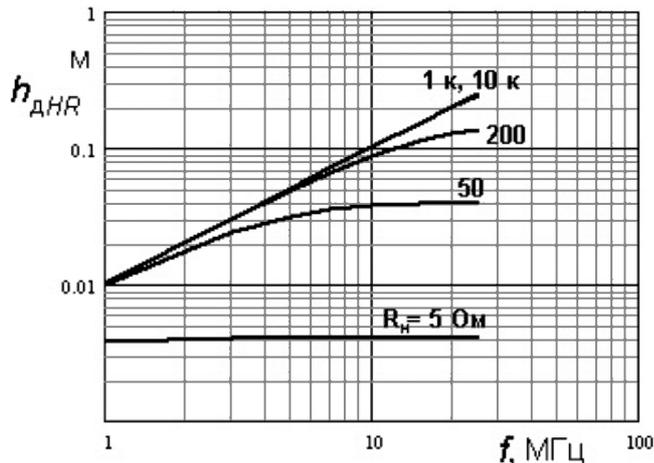
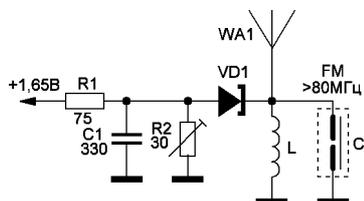
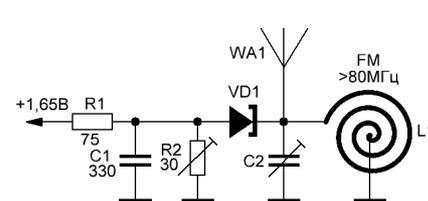

Рис. 5. Зависимость действующей высоты рамки от частоты при различных нагрузках
Рис. 3. Генератор с частотной модуляцией на основе туннельного диода с емкостным микрофоном
Рис. 4. Генератор с частотной модуляцией на основе туннельного диода с индуктивным микрофоном
Рис. 4а. Зависимость показателя \mathcal{E} рамки с $a = 0,7$ м от частоты при различных сопротивлениях нагрузки
На основе расчетов по [4] было получено: $L_{рам} = 2$ мкГн, $C_a = 8$ пФ. Рассчитанные по (13) графики зависимости \mathcal{E} от частоты при различных значениях R_H приведены на **рис. 4а**.
Уменьшение рамки вдвое ($a = 0,35$ м, $L_{рам} = 0,8$ мкГн, $C_a = 5$ пФ) повышает показатель \mathcal{E} , **рис. 4б**, в том числе и на высоких частотах. Это связано с уменьшением C_a и $L_{рам}$. Уменьшение первой приводит к уменьшению k_E (10)
Рис. 4б. Зависимость показателя \mathcal{E} рамки с $a = 0,35$ м от частоты при различных сопротивлениях нагрузки
Но какое же значение R_H лучше использовать? Из графиков **рис. 4** следует, что чем меньше R_H , тем лучше. Однако здесь необходимо учесть падение действующей высоты $h_{дНР}$ с уменьшением сопротивления нагрузки R_H на средних и высоких частотах, **рис. 5**. Уменьшение $h_{дНР}$ может приводить к ухудшению чувствительности приемного тракта в целом. Для того, чтобы этого не происходило, следует предусматривать специальные меры, например, включение повышающего трансформатора.
Из графика **рис. 5** также следует, что при низкоомной нагрузке действующая высота антенны $h_{дНР}$ остается практически постоянной во всем диапазоне частот. Данное обстоятельство часто используется в измерительных магнитных антеннах. При этом размер рамки выбирают минимальным, не превышающим обычно 20 см, а стороны рамки окружают электрическим экраном. Правда, чувствительность таких рамок невысока, особенно на низких частотах.
Генераторы, приведенные на **рис. 3** и **рис. 4**, в качестве активных элементов используют туннельные диоды.
Для частотной модуляции в генераторе по **рис. 3** использован емкостной микрофон развернутого типа, **рис. 5**, а в генераторе, **рис. 4**, – индуктивный микрофон.
Емкостной (конденсаторный) микрофон, **рис. 5**, выполнен в виде развернутого конденсатора с двумя плоскими неподвижными электродами (например, площадки на печатной плате), параллельно которым закреплена мембрана (тонкая металлическая фольга,
Индуктивный микрофон, **рис. 4**, содержит тонкую диэлектрическую пленку-мембрану, на которую наклеена спиралевидная катушка из тонкого медного провода. При колебаниях мембраны индуктивность катушки изменяется, что вызывает частотную модуляцию генератора.
Рис. 5. Конструкция емкостного (конденсаторного) микрофона: 1 – прижимное кольцо; 2 – мембрана (фольга, металлизированная пленка); 3 – диэлектрическая прокладка; 4 – электроды; 5 – подложка (печатная плата). Пунктирными показаны места крепежных отверстий